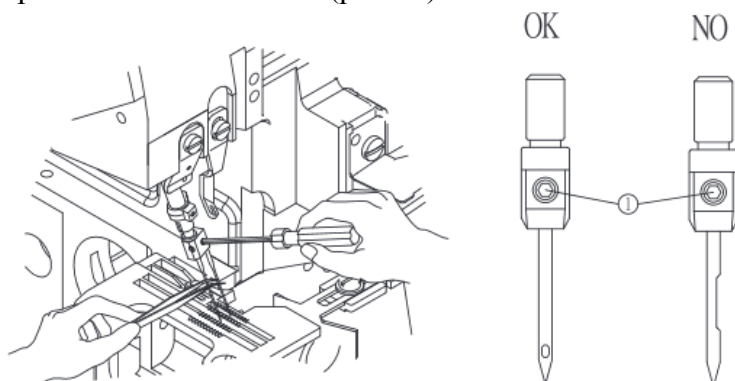

Fig. 25 / Fig.25
- 2.Ослабьте винт (1) и снимите иглу.
- 3.Вставляя новую иглу до самого конца, длинный паз должен быть обращен к вашей стороне. Затяните винт 1. (рис.25)